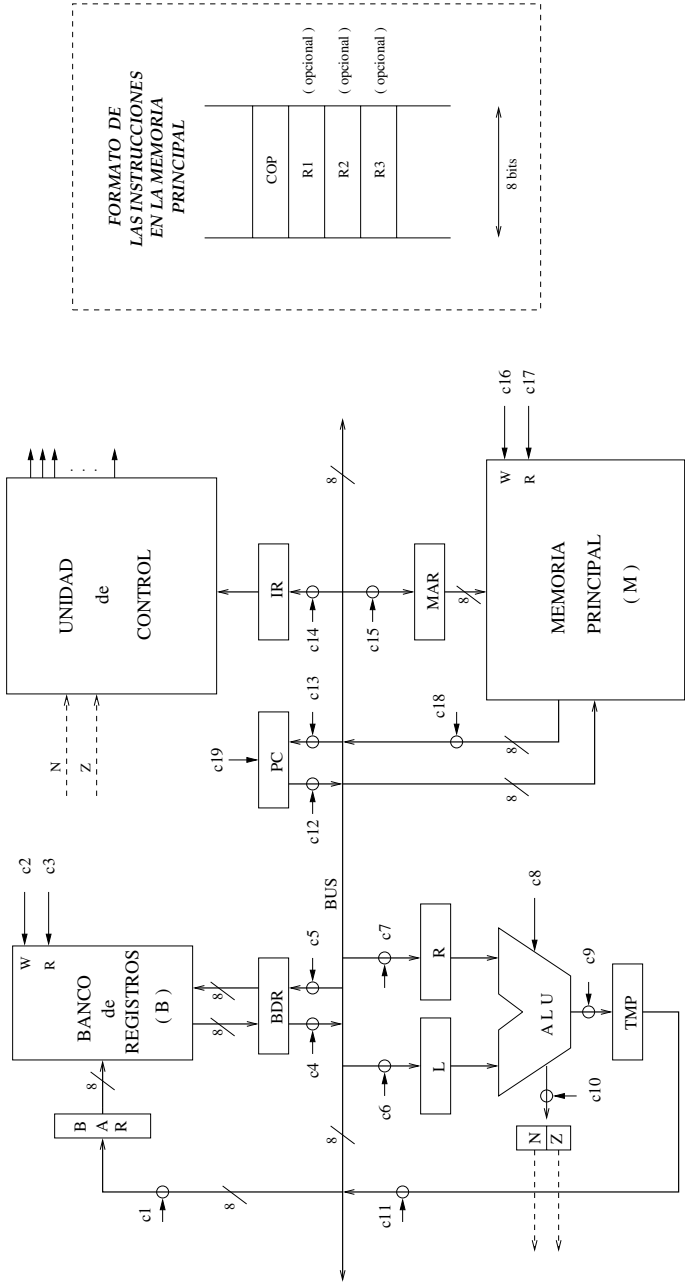

Figura 7.6: Procesador microprogramado (Problema 6).
Se pretende diseñar la Unidad de Control Microprogramada para el procesador mostrado en la figura 7.6. La Unidad de Datos contiene los registros PC e IR, un Banco de registros (B) con 256 registros de 8 bits, todos ellos accesibles a través de un registro BAR (que se utilizará para almacenar el número de registro al que se quiere acceder, bien para leer su contenido o bien para modificarlo). El registro BDR se utiliza como registro intermedio para el almacenamiento temporal de los datos relacionados con alguno de los registros del banco. Esta CPU también dispone de un registro de estados con 2 flags (Z y N); una ALU con 2 operaciones distintas y 3 registros de propósito general (L y R a su entrada, y TMP a su salida); una Memoria (M) de 256 palabras de 8 bits cada una, que contiene tanto instrucciones como datos y tiene asociado el registro MAR para las direcciones, no necesitando ningún registro intermedio para almacenar temporalmente los datos, sino que son volcados directamente sobre el BUS principal del sistema, pudiendo almacenarse dicho valor en cualquier registro directamente conectado con el BUS. El tamaño de palabra de la ALU, del Banco de Registros (B) y de la Memoria Principal (M) es de 8 bits.
Es importante resaltar que cada instrucción está almacenada en 1 o varias palabras de memoria, con lo que posiblemente será necesario realizar más de un acceso a memoria para acceder a la instrucción completa. El juego de instrucciones de este procesador se caracteriza por la peculiaridad de que la primera palabra de la instrucción es siempre el código de operación (COP) de la misma, que es por tanto de 8 bits. El resto de palabras de la instrucción son opcionales (depende de cada instrucción concreta) y se corresponden a números de registro utilizados en la ejecución de la instrucción. Estos operandos son también de 8 bits (ver figura 7.6).